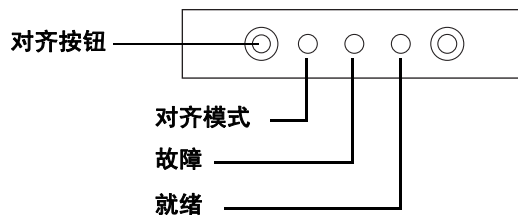

图 106 对齐样品盘
- 1 使用细长物品（如笔尖）按下指示灯左侧凹进的“对齐”按钮。避免接触凹孔内的按钮后面或周围（图 106）。